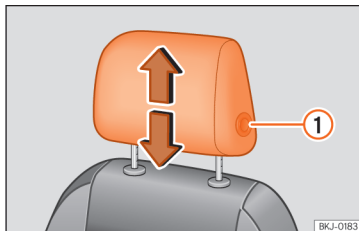
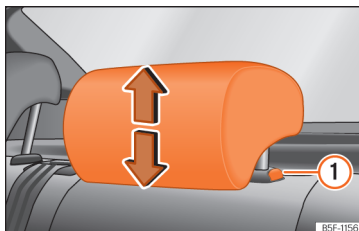

Fig. 107 Banco dianteiro: ajuste do encosto de cabeça.
Fig. 108 Encosto de cabeça traseiro: ajuste do encosto de cabeça.
deve pressionar o botão »» Fig. 107 ①; no caso dos traseiros é apenas necessário pressionar o botão »» Fig. 108 ① para baixá-los »» **Δ em Introdução ao tema na página 137.**